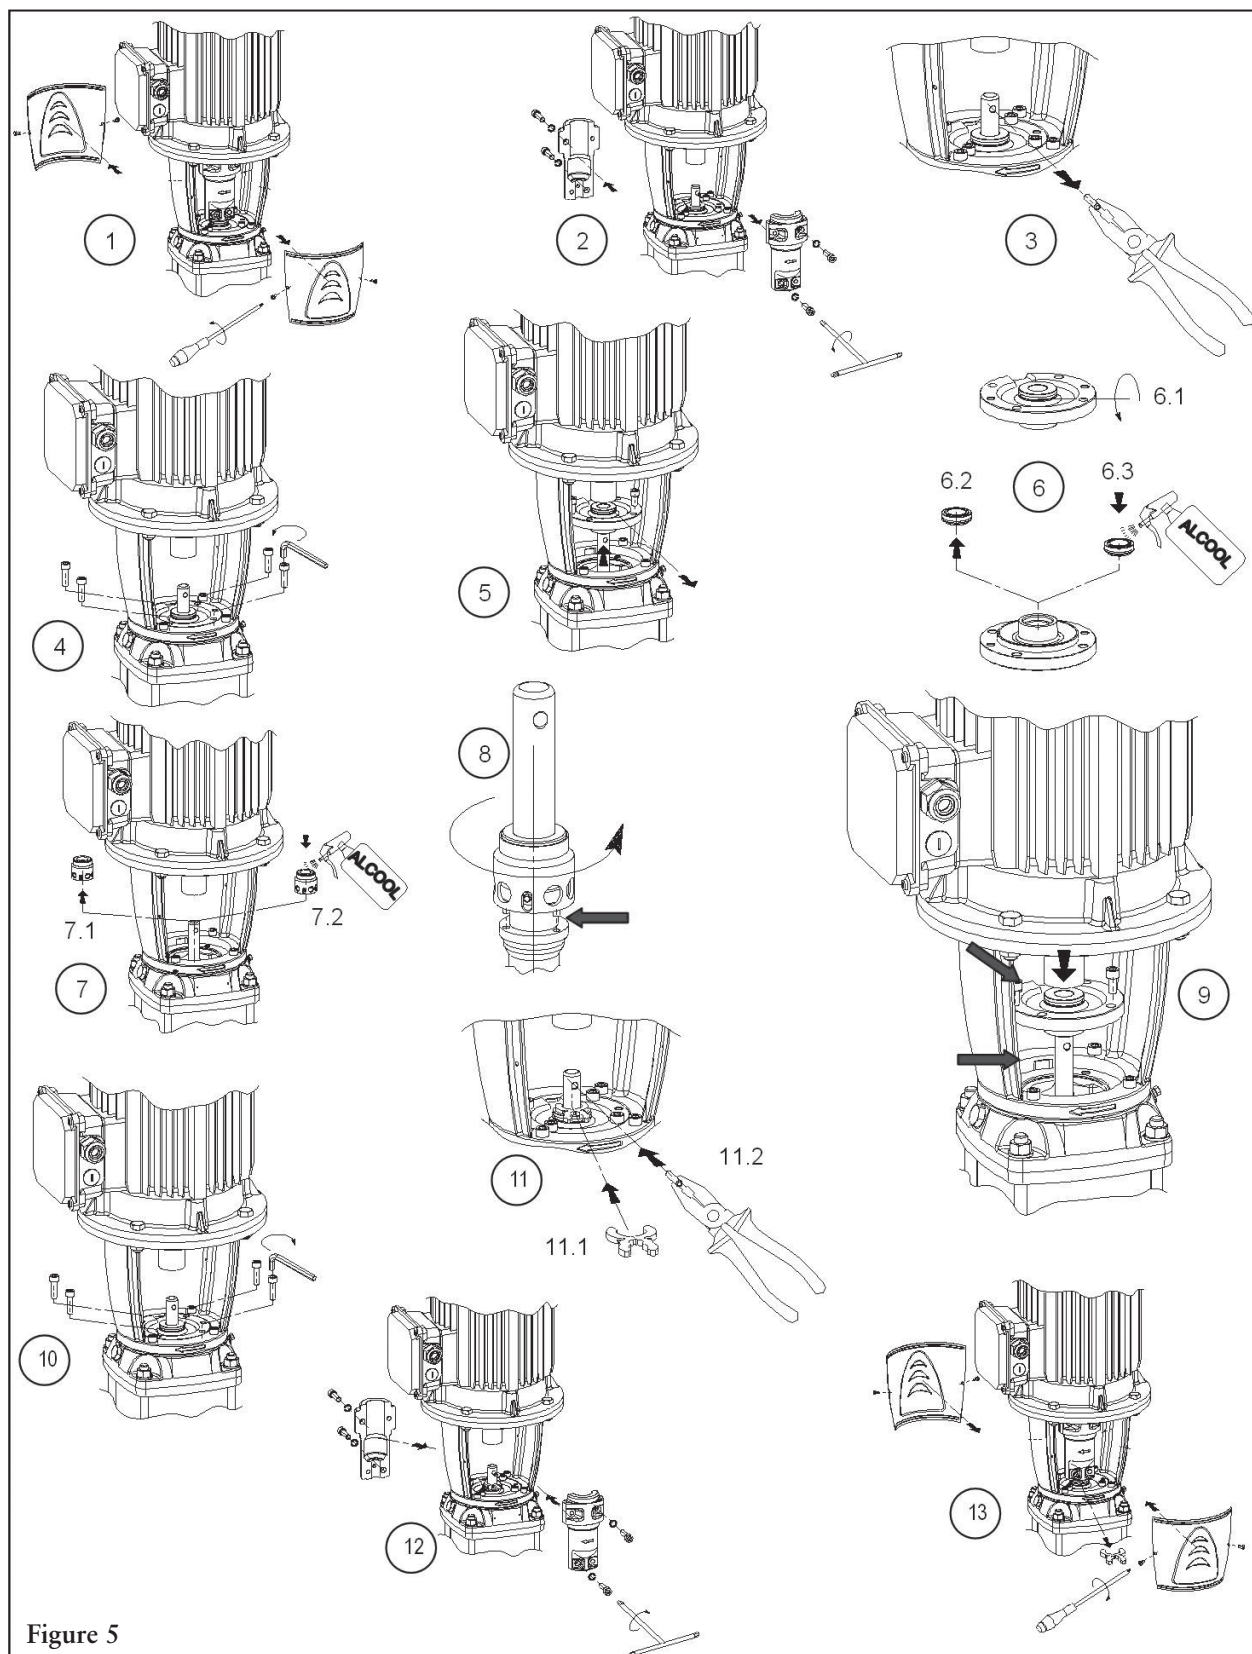

Figure 5
3. Enlever les carters d'accouplement, les 4 vis des demi-accouplements, ces derniers et la goupille d'accouplement (v. 1 à 3, fig. 5).
4. Ôter de la plaque-logement de garniture les 4 vis de fixation à tête hexagonale du moteur (v. 4, fig. 5).
5. Dans les trous taraudés de la plaque-logement (33 à 125SV), visser uniformément deux (2) des vis de fixation pour dégager la plaque. La lever et la retirer par l'espace libre entre les arbres, mais avec précaution pour ne pas abîmer le siège de l'élément fixe de la garniture (v. 5, fig. 5).
6. Retourner la plaque et en ôter l'élément fixe, son joint torique et le grand joint torique du collet en saillie, entre la tête de pompe et la plaque. S'assurer que le siège et la plaque sont propres et exempts d'arêtes vives. Appliquer un lubrifiant pour joints toriques sur le nouveau joint posé sur l'élément fixe, puis enfoncer l'élément dans son logement avec le pouce, **MAIS PAS TROP FORT**, et, si cela est possible, mettre un chiffon doux et propre sur la surface d'étanchéité de l'élément pour la protéger pendant la pose (v. 6, fig. 5).
7. Retirer de l'arbre de pompe l'élément mobile de la garniture. Vérifier si l'arbre est exempt d'arêtes vives et de corps étrangers. Les arêtes vives devraient être lissées avec une toile d'émeri à grains fins (v. 7, fig. 5).
aligner la goupille au bas de l'élément sur l'un des trous de la chemise d'arbre (33 à 125SV). Imprimer un va-et-vient à la garniture pour en lubrifier le joint torique et l'empêcher de gripper à l'arbre (v. 8, fig. 5).
Placer la plaque-logement entre l'arbre de moteur et l'arbre de pompe et enfiler la plaque sur ce dernier. **Procéder avec précaution pour ne pas endommager la surface d'étanchéité de l'élément fixe de la garniture** (v. 9, fig. 5).
10. Reposer les 4 vis de fixation de la plaque-logement et les serrer uniformément au couple stipulé dans les Données techniques (v. 10, fig. 5).
11. Poser la goupille d'accouplement dans son orifice et placer la cale d'espacement sur la saillie centrale de la plaque-logement. **S'il n'y a pas de cale, en utiliser une de 5 mm d'épaisseur** (v. 11, fig. 5).
12. Reposer les demi-accouplements et en serrer les vis d'assemblage uniformément au couple indiqué (v. Données techniques). Ôter et conserver la cale d'espacement (v. 12, fig. 5).
13. Tourner l'arbre à la main pour s'assurer qu'il n'y a aucun grippage. Reposer les carters d'accouplement (v. 13, fig. 5).